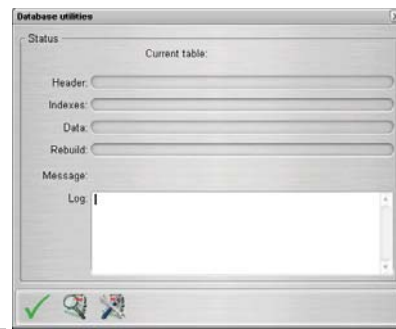

Figura 25 Ventana "Mantenimiento" base de datos.
**Mantenimiento** Con este mando se abre la ventana de la figura 25 que permite realizar un control de la base de datos y, en caso de errores, la reconstrucción de la base de datos.